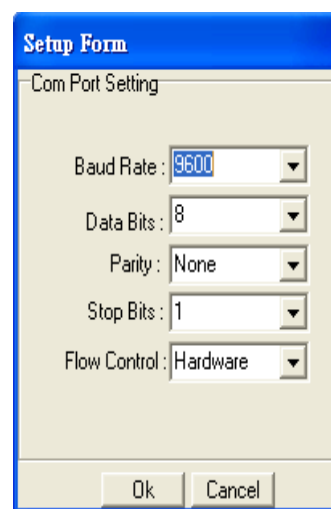

Рис. 3-6
- ✓ Нажать кнопку Port setup. Откроется окно настройки параметров (рис. 3-6).